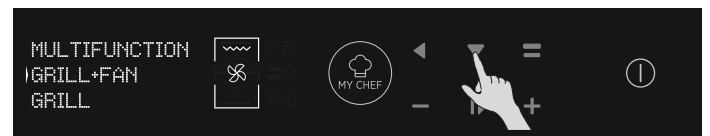

Figura 8
- Selezionare il modo di cottura desiderato premendo OK mentre la freccia sul display si trova in corrispondenza della funzione desiderata. Premere GIÙ per visualizzare tutte le funzioni disponibili. (Figura 8)